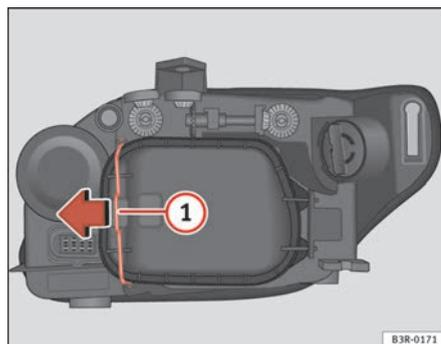

Fig. 204 Luz de cruce
Aunque no es necesario, extraer previamente la tapa rígida ⇒ página 280, fig. 204, facilita el cambio de la lámpara de dirección. ■
- Desplace el tirante ⇒ fig. 204 ① en el sentido de la flecha y saque la tapa rígida separando primero el lado del tirante y sacando después las dos pestañas del extremo contrario de la tapa.